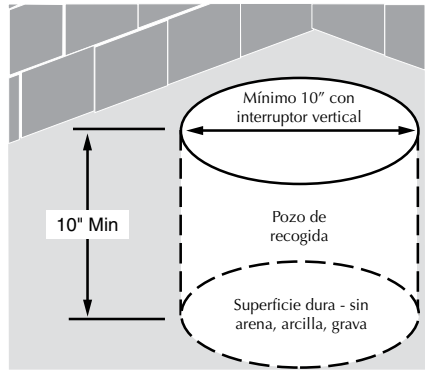

Figura 1
1. Instale la bomba en un foso de recogida con un diámetro mínimo de 14" (356 mm.). La profundidad del sumidero debe ser de 16" (406 mm.). Construya el foso de recogida de losetas, hormigón, acero o plástico (consultar la Figura 1). Confirme los materiales aprobados y la instalación adecuada requeridos por las normas locales.